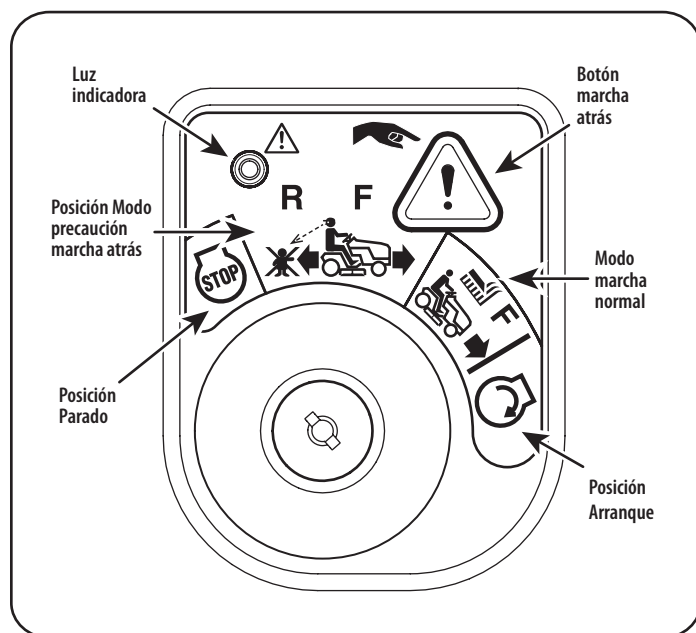

Figura 14
2. Gire la llave desde la posición MODO MARCHA NORMAL (verde) hasta la posición de MODO PRECAUCIÓN MARCHA ATRÁS (amarillo) del módulo del interruptor de contacto. Consulte la Figura 14.
3. Presione el BOTÓN MARCHA ATRÁS (botón triangular color naranja) en la esquina superior derecha del módulo del interruptor de contacto. La luz indicadora roja que está en el ángulo superior izquierdo del módulo del interruptor de contacto se mantendrá ENCENDIDA mientras está activada. Consulte la Figura 14.